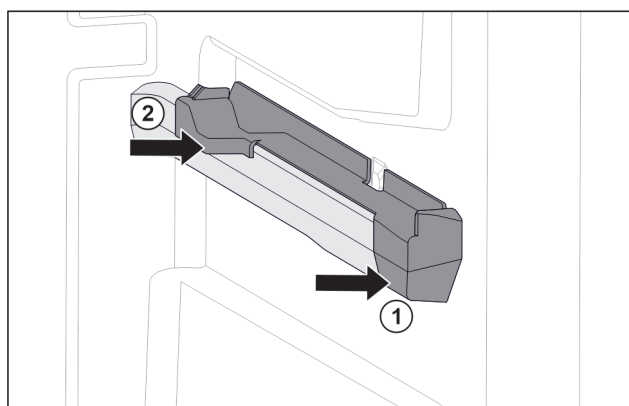

Fig. 218 Aufsteckteil auf der rechten Behälterrippe
- Aufsteckteil vorne an Behälterrippe ansetzen. Fig. 218 (1)
- Aufsteckteil hinten andrücken. Fig. 218 (2)